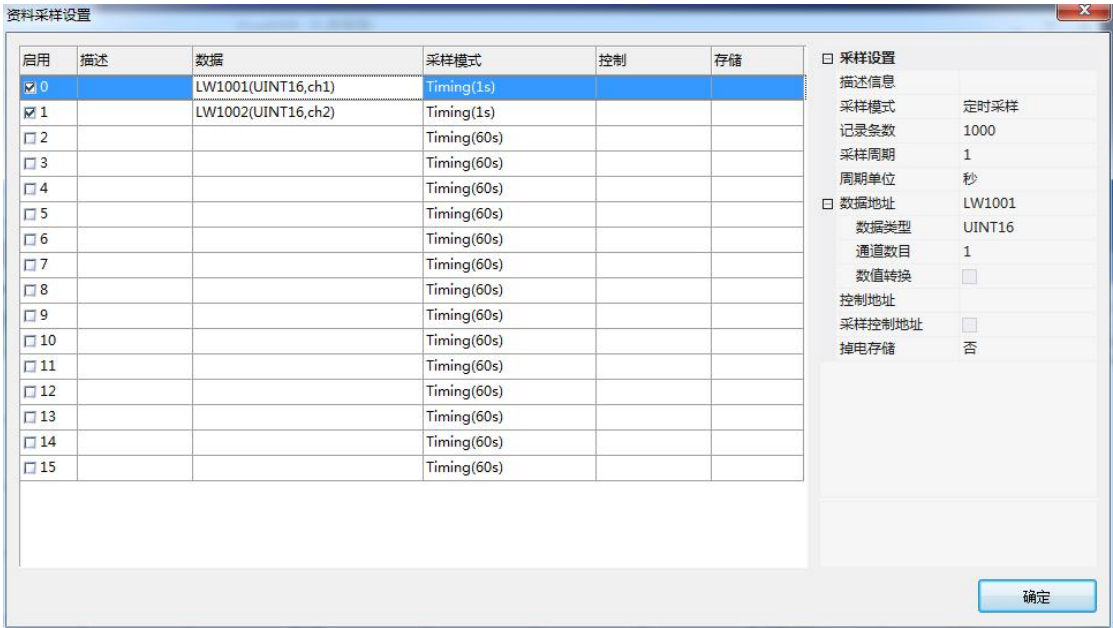

图 3-24 资源采集设置
1. 资料取样索引：打开资料采集设置（详细参考“资料采集”），如图 3-24 所示。
料采集设置】 进入，如图 3-24 所示。